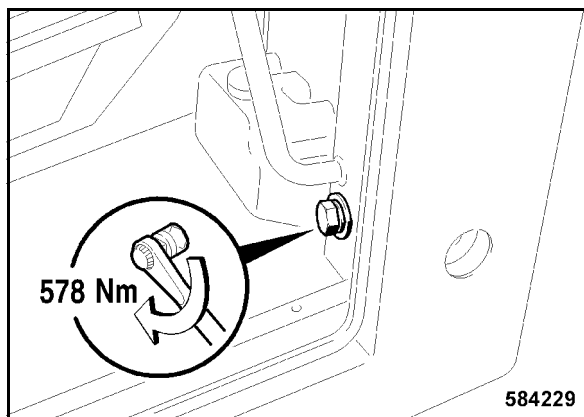

Fig. 243
- Apretar el tornillo de fijación inferior por el lado de subida (Fig. 243) con 578 Nm.